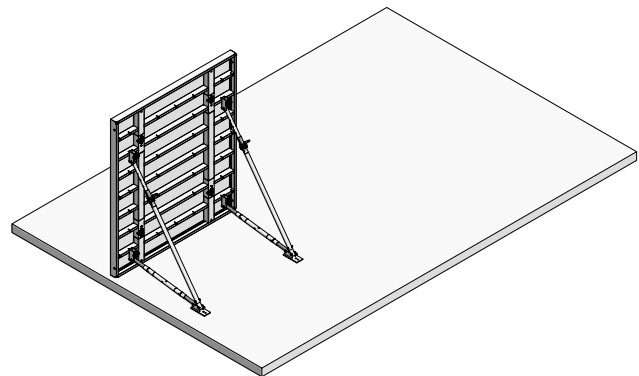

Fig. 5.1
2. Positionner le premier panneau et le fixer au sol ou à un lest béton avec deux étais combinés TP pour prévenir tout risque de renversement (Fig. 5.1). La platine de pied doit être ancrée solidement dans le sol ou au lest béton – dans la terre avec deux piquets, dans le béton avec deux goujons pour charges lourdes.